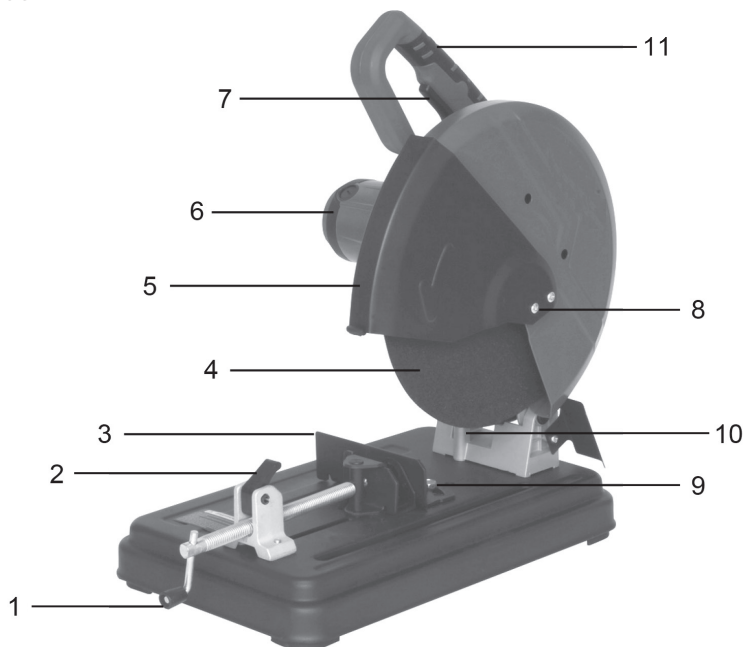

Рис. 1
Установка отрезного диска (Рис. 1–3)
2. Открутите винт фиксации кожуха (8) (Рис. 1–2). Сдвиньте защитный кожух, открыв доступ к фланцу крепления диска.